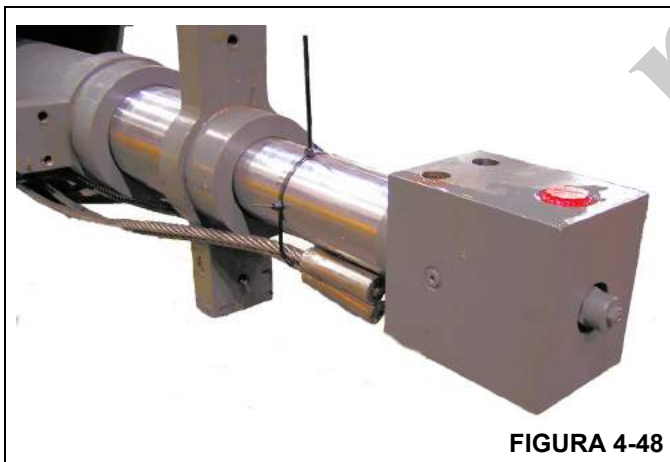

FIGURA 4-48
5. Para auxiliar a instalação da seção volante na seção intermediária externa, aplique lubrificante às áreas de contato das placas de desgaste da seção volante e fixe os cabos de extensão no cilindro telescópico (Figura 4-48).
- a. Gire o bloco de entradas como mostrado na Figura 4-48.